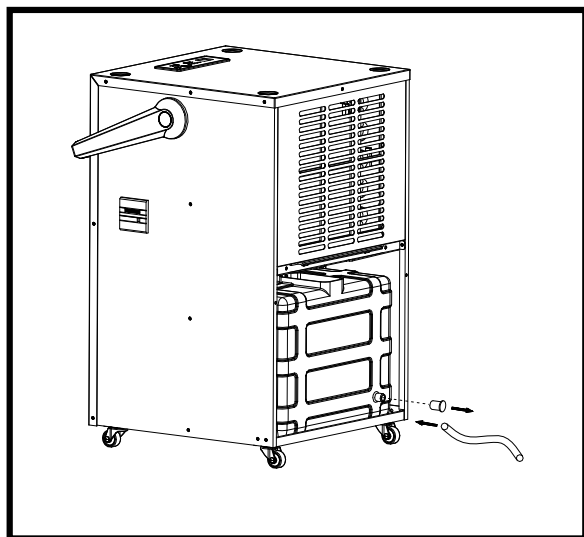

Fig. 7
- Umocować jeden koniec przewodu odprowadzającego wodę na spustnicy (FIG. 7), drugi koniec przewodu wsunąć w spływ wody.